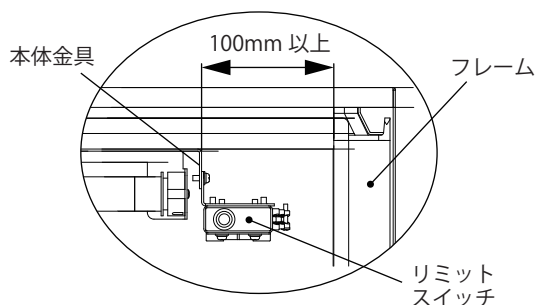

図 14
1. リミットスイッチ金具にある3点セムス小ねじ M4×8 (2か所) を取り外してください。(図 14)
2. 本体金具とリミットスイッチ金具を3点セムス小ねじ M4×8 (2か所) にて取り付けてください。(図 14)